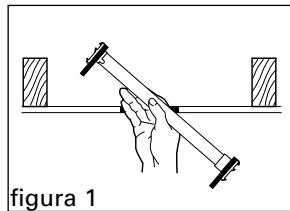

figura 1
1. Aclare el área de instalación de todo aislamiento, cableado y de Barra de Enganche. Quite el cable que está sujeto al lado de la vigueta donde Saf-T-Brace® se sujetara. Entre Saf-T-Brace® a través de la plancha de estuco y dentro del tubo cuadrado del centro sobre el hueco en la plancha (figura 1).